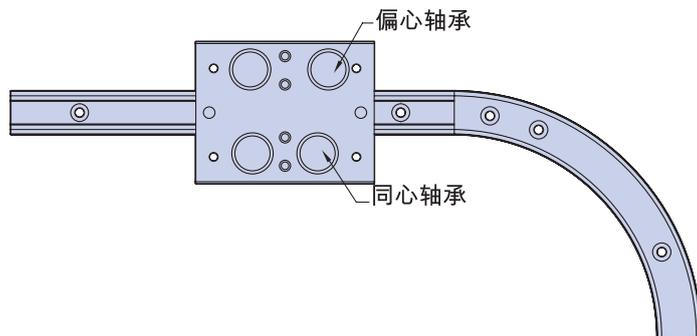

图 5.1 承载滑座板方向
5.1 组装承载滑座板之前,确保这些承载滑座板的方向正确(图 5.1)对于标准承载滑座,同心轴承应位于轨道系统内侧,而排列更加稀疏的偏心轴承应位于外侧。